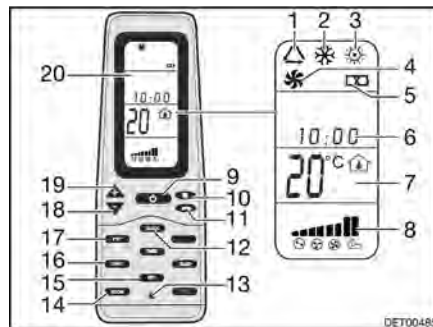

Fig. 141 Mando a distancia
- Pulsar la tecla ON/OFF (Fig. 141,9).
- Pulsar la tecla "Mode" (Fig. 141,11) las veces que sean necesarias hasta que se visualice el modo de funcionamiento deseado (Fig. 141,1, 2, 3 ó 4) en el display (Fig. 141,20).
- Ajustar la temperatura deseada con las teclas "+" (Fig. 141,19) y "-" (Fig. 141,18).
- Seleccionar la etapa deseada del ventilador con la tecla Velocidad del ventilador (Fig. 141,10).